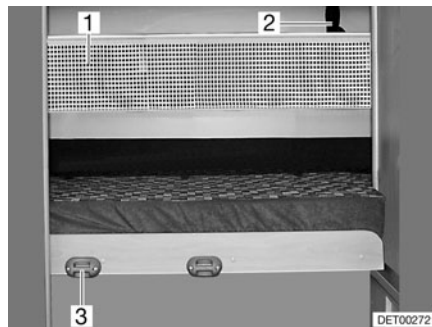

Fig. 92 Red de seguridad
- Enganchar la escalera de ascenso con los largueros en el soporte (Fig. 92,3) en el panel.
La red de seguridad (Fig. 92,1) viene de serie entre el colchón y el somier. Tender la red de seguridad cuando la persona ya se encuentre en la cama.
- Engatillar las cintas de sujeción (Fig. 92,2) en los soportes en el techo.